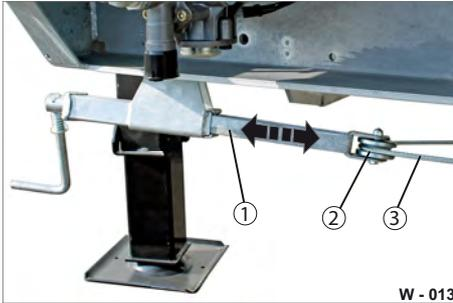

Abb. 13 Spindel-Feststellbremse schmieren
- ▶ Prüfen Sie, das Hub-Gestänge (Abb. 13/1), Umlenkrolle (Abb. 13/2) und Übertragungsseil (Abb. 13/3) auf Schäden / Verformungen / Risse hin.
- ▶ Fetten Sie die Umlenkrolle (Abb. 13/2) ein.